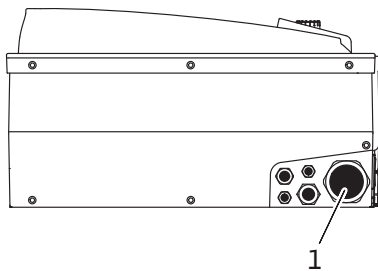

Fig. 22: Kabelförskruvning M40
- Nätanslutningskabeln ska föras in genom kabelförskruvningen M40 (Fig. 22, pos. 1).